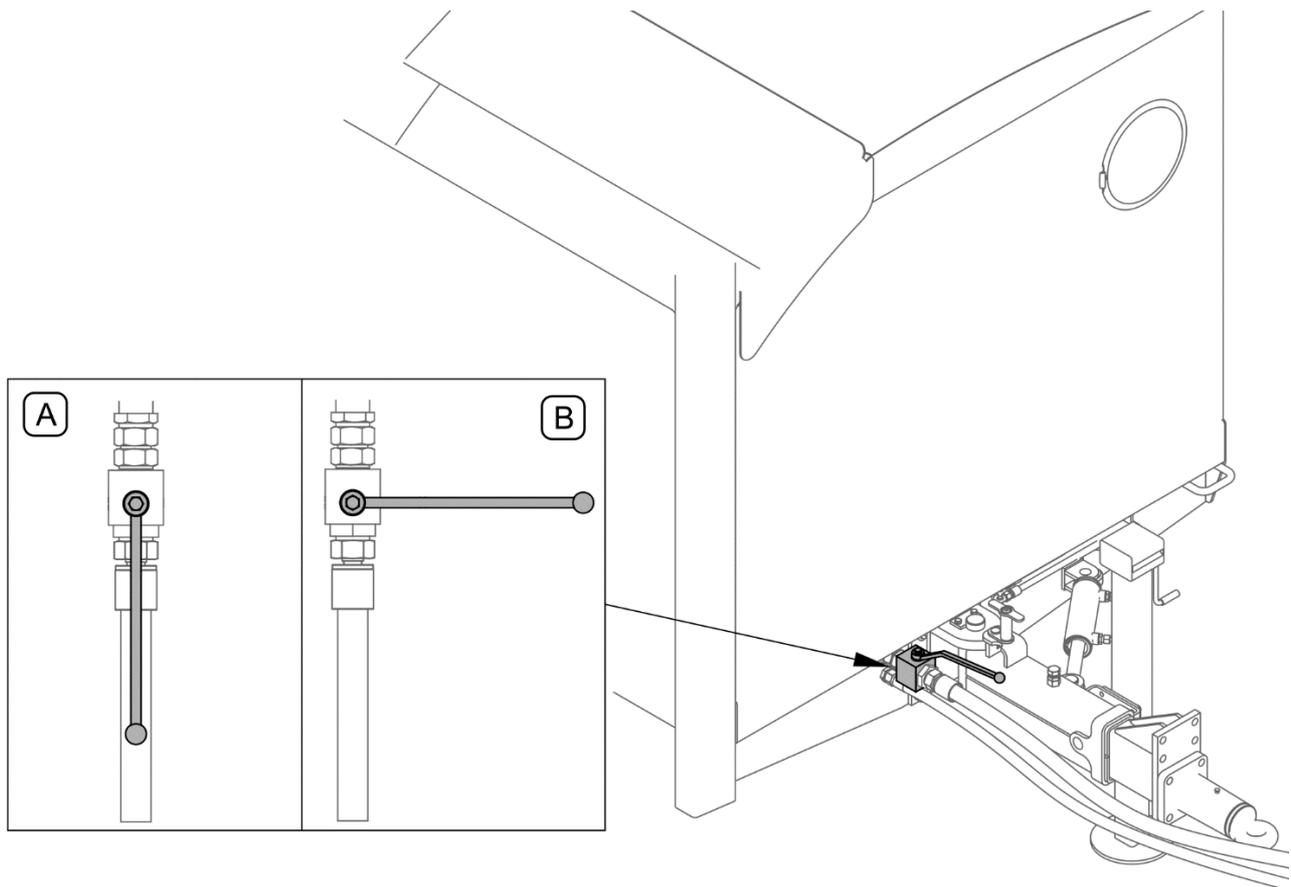

РИСУНОК 4.8 Клапан гидравлической системы
- Убедиться, что клапан гидравлической системы открыт (РИСУНОК 4.8)
Во время работы машины клапан на питающем гидропроводе должен быть открыт (РИСУНОК 4.8).
Перед запуском необходимо убедиться в том, что клапан гидравлической системы (РИСУНОК 4.8) открыт (положение A). Клапан должен закрываться только в случае замены питающего насоса, мультипликатора или гидропроводов.